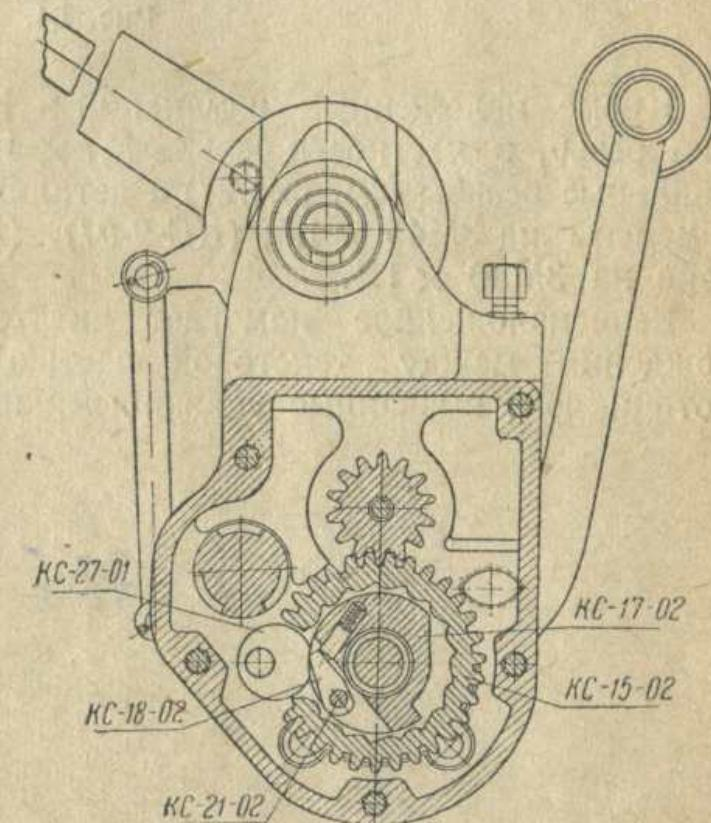

Рис. 53.
1. За счет изменения профиля зуба пусковой шестерни (КС-15-02) и профиля собачки (КС-18-02) (см. рис. 53) усилен кик-стартерный узел коробки скоростей.